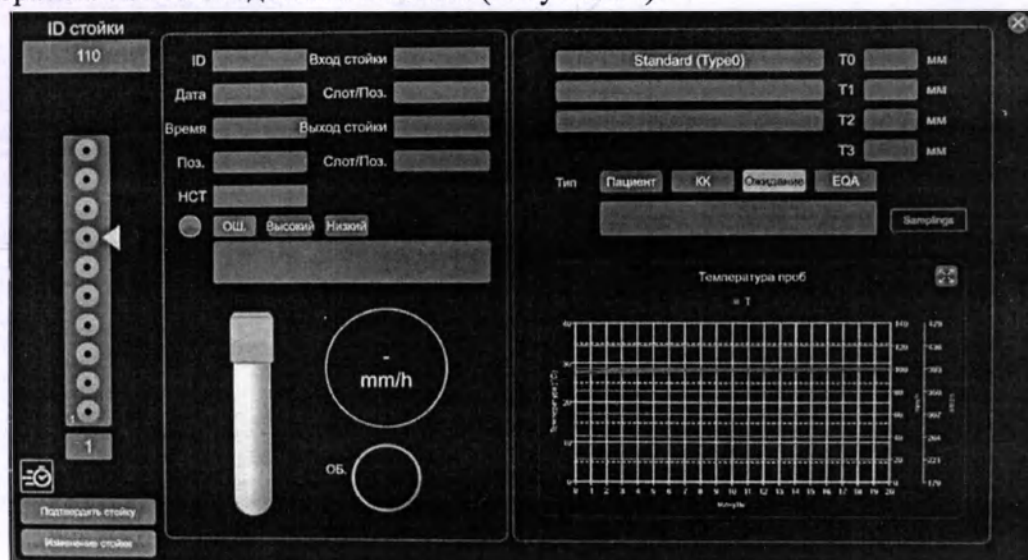

Рисунок 64. Окно "Сведения о штативе"
- а) Поместите образцы в штативы или выберите интересующие штативы из гематологических анализаторов. Педиатрические пробирки должны быть вставлены так, чтобы штрих-код находился на одной линии с окном штатива. (Рисунок 64)
Отобразится окно Сведения о штативе (Рисунок 64).